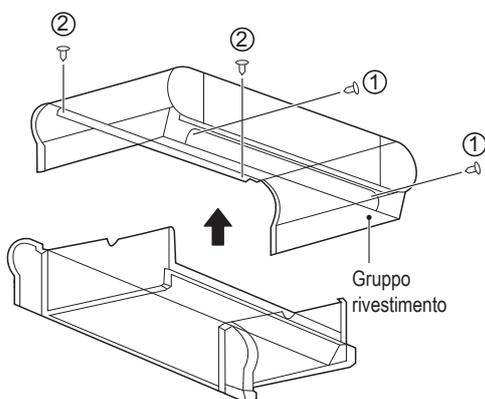

Figura 4-4 Rimozione del rivestimento
- b) Come mostrato in Figura 4-4, rimuovere le viti ① \*2 e ② \*2, e poi il rivestimento.
- c) Come mostrato in Figura 4-4, rimuovere le viti ① \*2 e ② \*2 e poi il rivestimento.